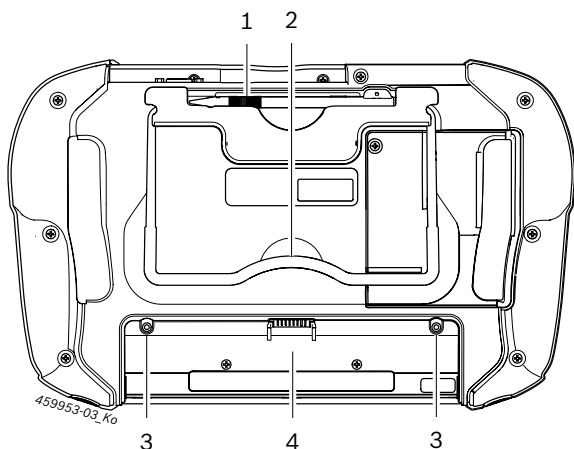

Fig. 3: Lado inferior do D750
➤ Inserir o acumulador no respectivo compartimento e fixar com os dois parafusos que se encontram no acumulador (ver fig. 3, pos. 3).